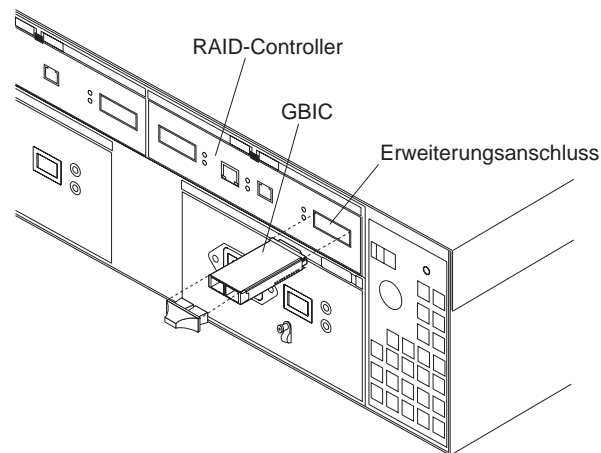

Abbildung 28. GBIC in einem FAStT200 installieren
1. Setzen Sie einen GBIC in den Erweiterungsanschluss an der Rückseite des FAStT200 ein, und entfernen Sie die Schutzhülle, wie in Abb. 28 dargestellt.